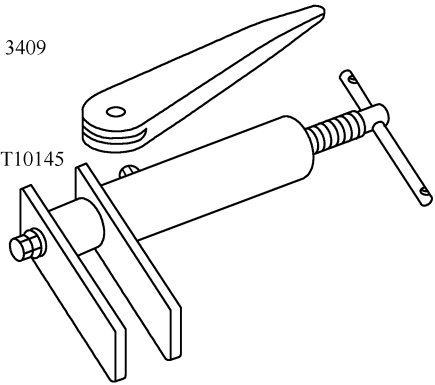

图 3-2-47 拆卸楔 3409 和活塞复位装置 T10145
1. 需要用到的专业工具、检测仪器以及辅助工具拆卸楔 3409、活塞复位装置 T10145 如图 3-2-47 所示。